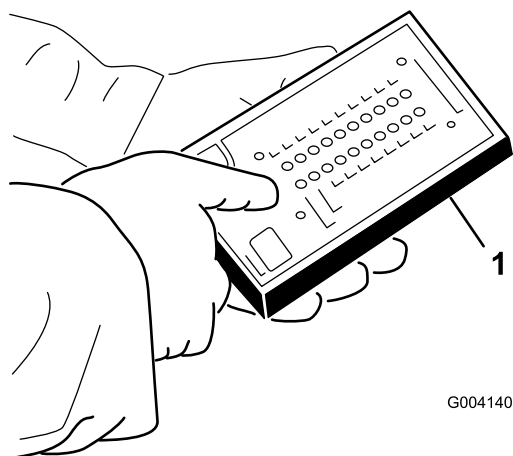

**Figura 36**
3. Localize os fios e os conectores do circuito (Figura 36).